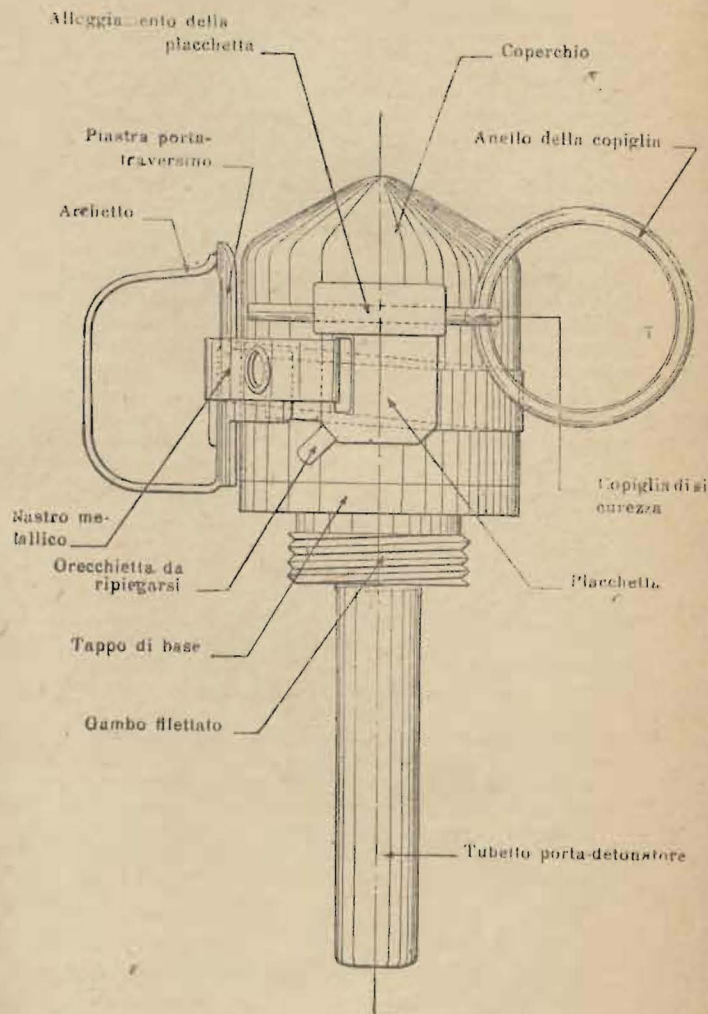

Fig. 4.
11. Spoletta a percussione Olergon per bombe Stokes. (fig. 4) — È simile a quella del Petardo P. O. (n. 456); ne differisce soltanto esternamente per qualche particolare negli organi di sicurezza e precisamente: